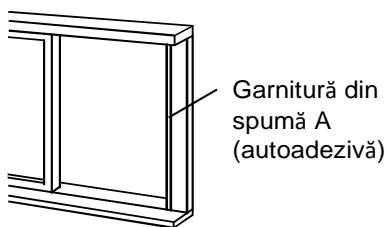

Fig. 12
1. Tăiați garnitura de spumă (autoadezivă) la lungimea corectă și aplicați-o pe pervazul ferestrei, Fig.12.